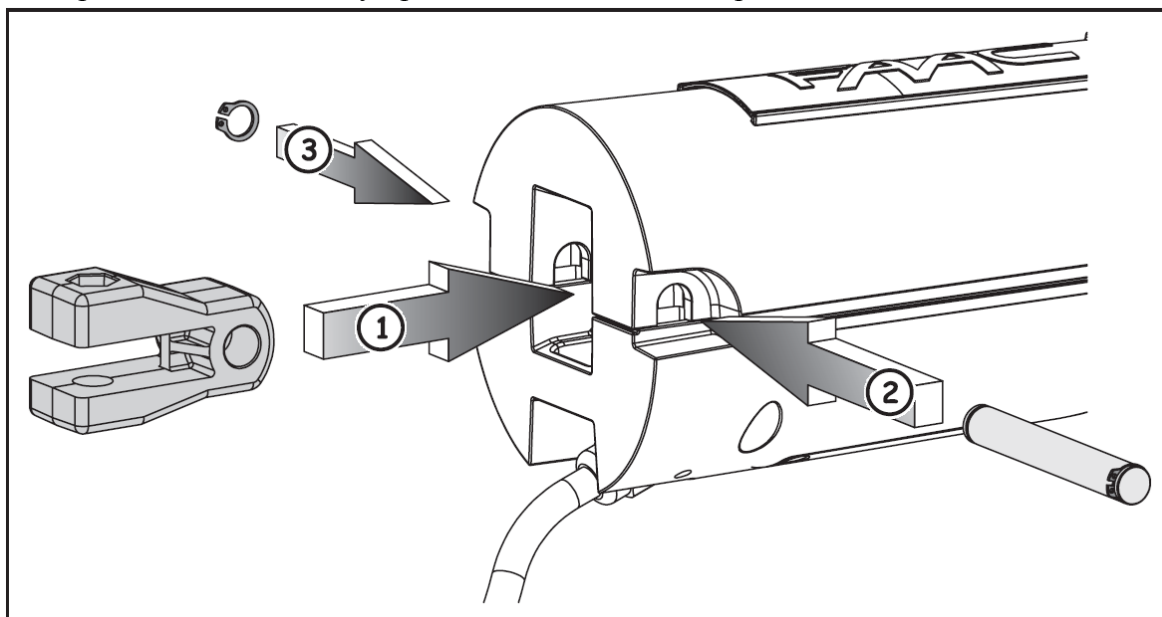

Рис. 11
3. Закрепить заднюю вилку привода, как показано на рис. 11.